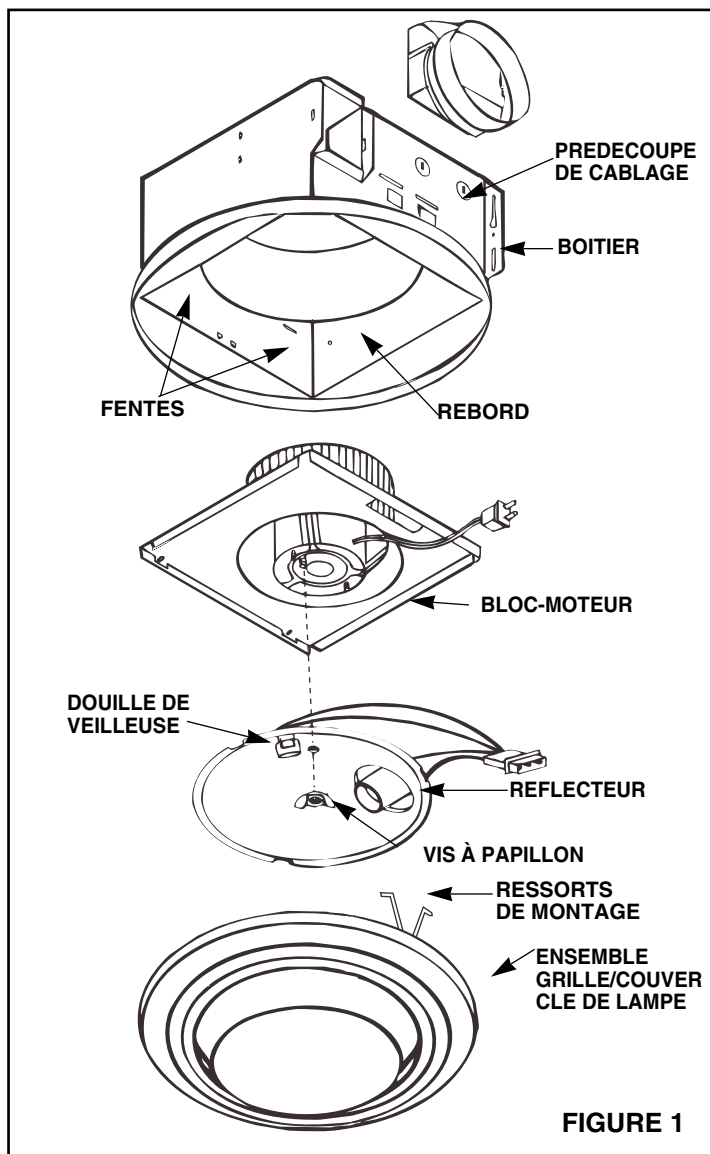

FIGURE 1
- Voir Figure 1. Enlever le bloc-moteur du boîtier.
- Voir Figure 1. Placer le collier de gainé sur les collerettes à l'ouverture d'évacuation du ventilateur. Fixer le collier en pressant les pattes dans les fentes des collerettes.
- Voir Figure 1. Placer le bloc-moteur dans le boîtier de sorte que les pattes de la plaque de montage s'insèrent dans les fentes du boîtier.